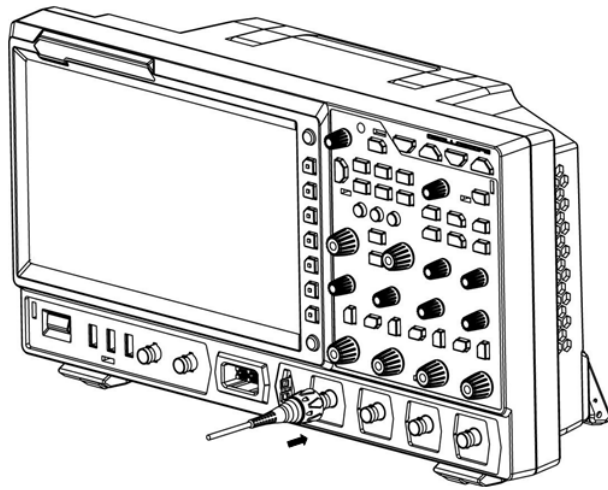

图 7.3 连接无源探头
1. 将探头的 BNC 端连接至示波器前面板的模拟通道输入端，如 图 7.3 所示。